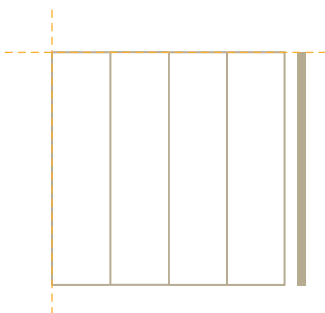

Abb. 8: Erstes Feld mit Hilfslinien.
- ❗ Achten Sie sehr darauf, das erste Feld korrekt und rechtwinklig zu verlegen, da das für das Verlegen der übrigen Dielen und das endgültige Ergebnis entscheidend ist. Verwenden Sie Hilfslinien, um die Richtung zu halten, da sich kleine Ungenauigkeiten auf den übrigen Boden auswirken. Siehe Abb. 8.
3. Es wird eine lose Feder im Feld eingesetzt. Keine Stöße zwischen Feldern oder Dielen ohne Nut/Feder-Verbindung. Siehe Abb. 8. Die Feder darf nicht geklebt werden. Eine zu dünne oder allzu stramme Feder aussortieren.